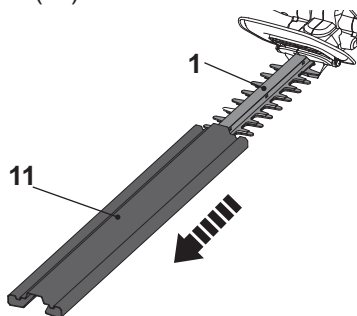

Fig. 1
1. Retirez le protège-lame (11) du dispositif de coupe (lame) (1) avant de l'utiliser (Fig. 1).
2. Gardez le protège-lame (11) en lieu sûr.